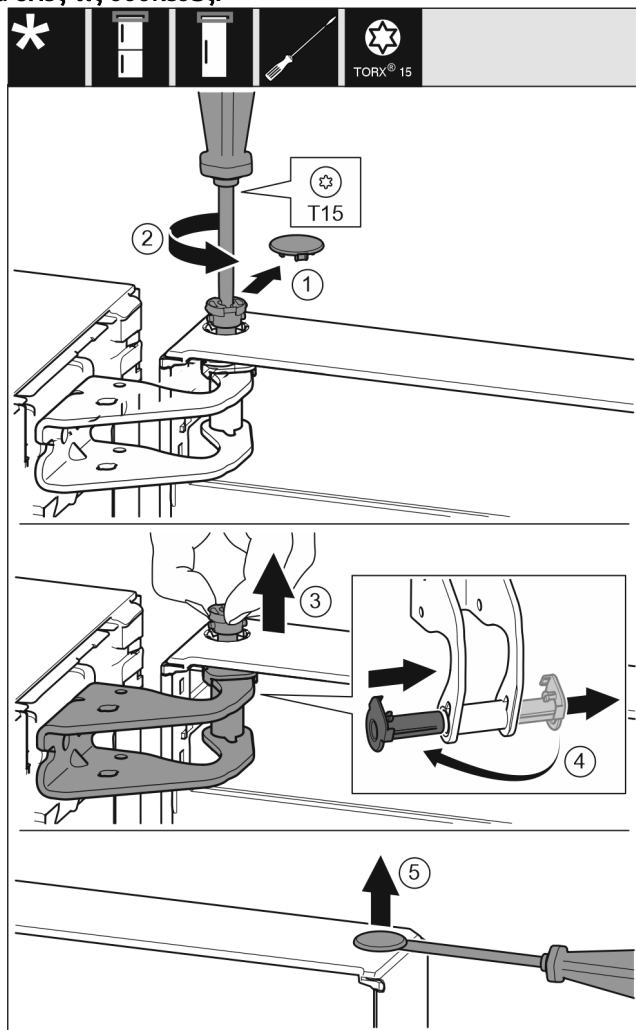

Fig. 9
- ▶ Τραβήξτε προσεκτικά το κάλυμμα ασφάλισης. *Fig. 9 (1)*
- ▶ Ξεβιδώστε λίγο τον πείρο με κατσαβίδι T15. *Fig. 9 (2)*
- ▶ Συγκρατήστε την πόρτα και τραβήξτε έξω τον πείρο με τα δάκτυλα. *Fig. 9 (3)*
- ▶ Τραβήξτε το κουζινέτο από τον οδηγό. Τοποθετήστε το στην άλλη πλευρά και κουμπώστε το. *Fig. 9 (4)*
- ▶ Ανασηκώστε προσεκτικά και τραβήξτε έξω την τάπα από το κουζινέτο της πόρτας με ένα ίσιο κατσαβίδι. *Fig. 9 (5)*